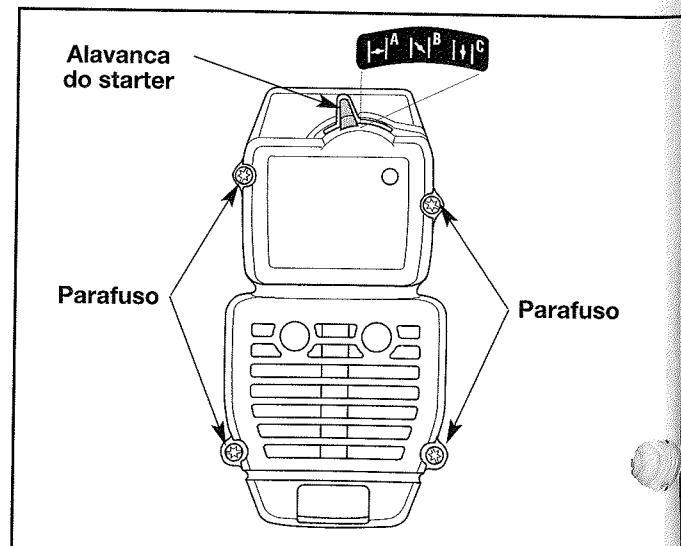

Fig. 23
1. Coloque a alavanca do starter na posição intermédia (B).
**NOTA:** A alavanca do starter deve estar na posição intermédia (B) (Fig. 23) para que o cárter do filtro de ar/escape possa ser retirado.
2. Retire os quatro (4) parafusos de retenção do cárter do filtro de ar/escape (Fig. 23). Utilize uma chave de fenda de lâmina plana ou com uma ponteira Torx n°T20.
**NOTA:** A alavanca do starter deve estar na posição intermédia (B) (Fig. 23) para que o cárter do filtro de ar/escape possa ser instalado.
2. Introduza os quatro (4) parafusos nos orifícios do cárter do filtro de ar/escape (Fig. 23) e aperte-os. Utilize uma chave de fenda de lâmina plana ou com uma ponteira Torx n°T20. Não aperte demais e sem forçar.